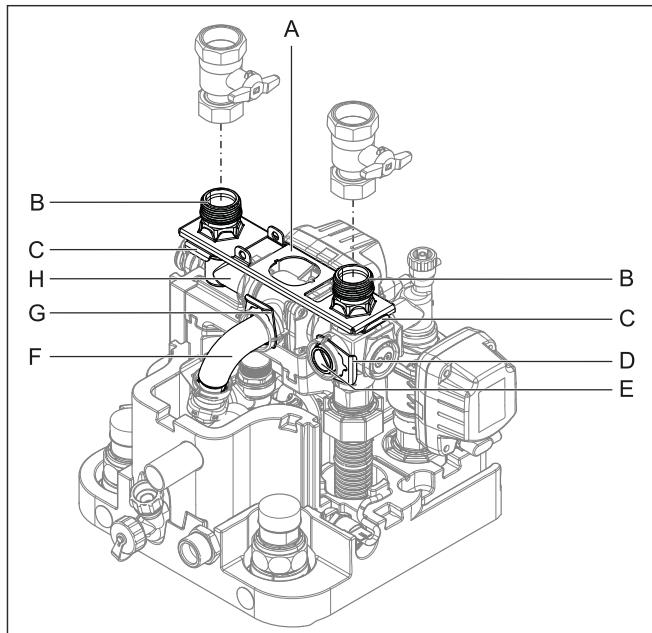
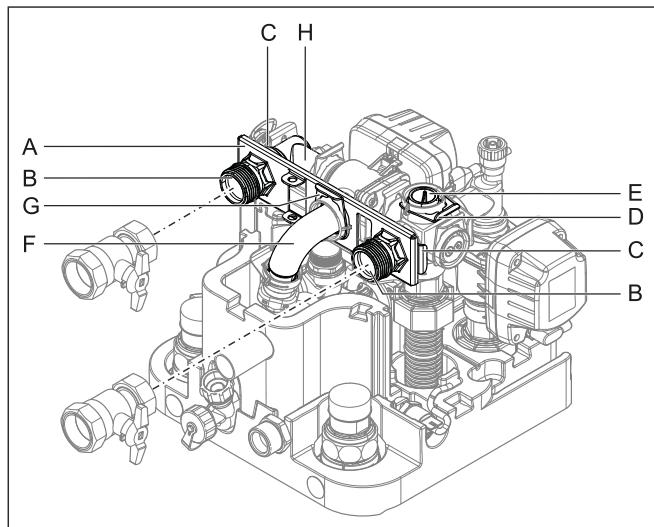

Bild 4-17 Anschlüsse Heizungsvor- und -rücklauf nach oben ausgerichtet
Bild 4-19 Anschlüsse Heizungsvor- und -rücklauf nach hinten ausgerichtet
- 2 Beide Steckbügel der Anschlusskupplungen (Bild 4-17, Pos. C) abziehen.
- 3 Beide Anschlusskupplungen (Bild 4-17, Pos. B) abziehen.
- 4 Halteblech (Bild 4-17, Pos. A) abnehmen.
- 5 Steckbügel des Verschlussstopfens (Bild 4-17, Pos. D) abziehen.
- 6 Verschlussstopfen (Bild 4-17, Pos. E) herausziehen.
- 7 Winkelstück (Bild 4-17, Pos. H) um 90° nach hinten drehen.
- 8 Steckbügel des Krümmers (Bild 4-17, Pos. G) abziehen.
- 9 Krümmer (Bild 4-17, Pos. F) vorsichtig so weit nach hinten aus seiner horizontalen Aufnahme ziehen, dass das Halteblech (Bild 4-19, Pos. A) senkrecht dazwischengeschoben werden kann.
- 10 Halteblech zwischen den Krümmer und seine horizontale Aufnahme schieben und Krümmer (Bild 4-19, Pos. F) durch das mittlere Loch des Halteblechs wieder in seine Aufnahme stecken.
- 11 Krümmer mit Steckbügel (Bild 4-19, Pos. G) wieder in seiner Aufnahme sichern.
- 12 Beide Anschlusskupplungen (Bild 4-19, Pos. B) durch das Halteblech in die seitlichen Aufnahmen stecken.
- 13 Beide Anschlusskupplungen mit Steckbügeln (Bild 4-19, Pos. C) in ihren Aufnahmen sichern.
- 14 Verschlussstopfen (Bild 4-19, Pos. E) in die obere Aufnahme stecken.
- 15 Verschlussstopfen mit Steckbügel (Bild 4-19, Pos. D) sichern.